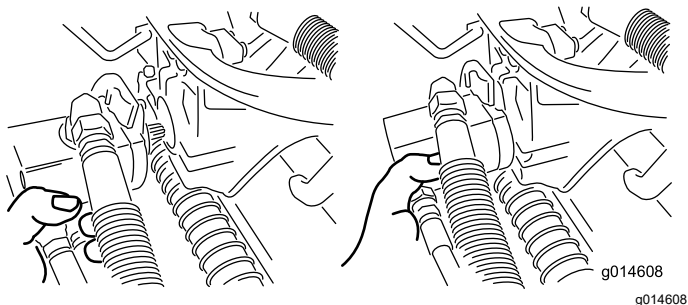

Figura 55
3. Amenez le moteur à la position de rangement sur l'avant du bras de suspension (Figura 55).